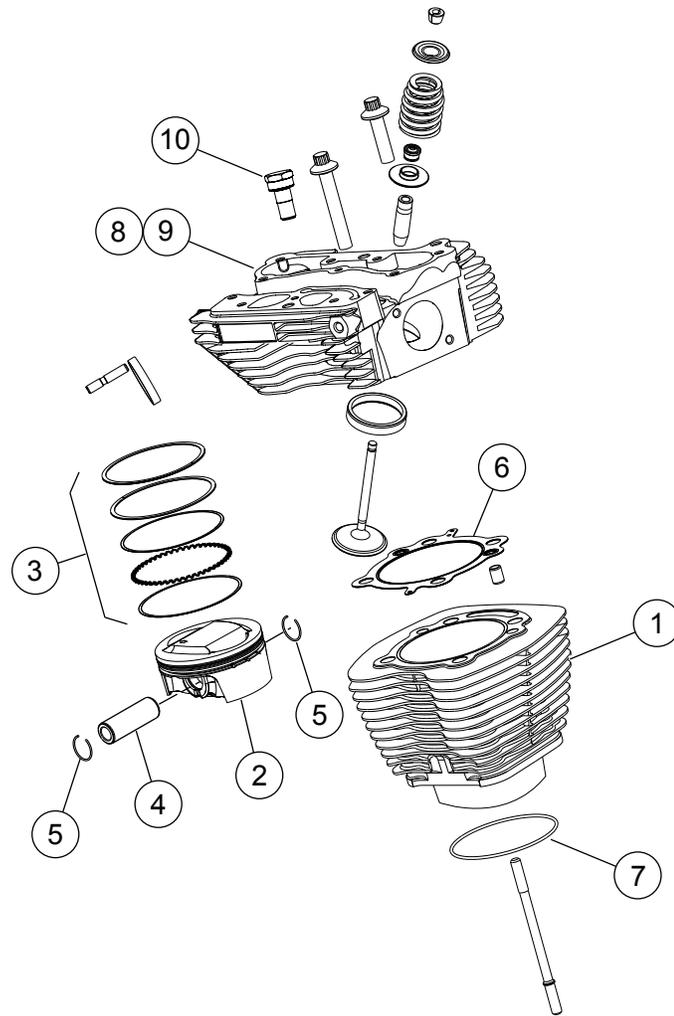
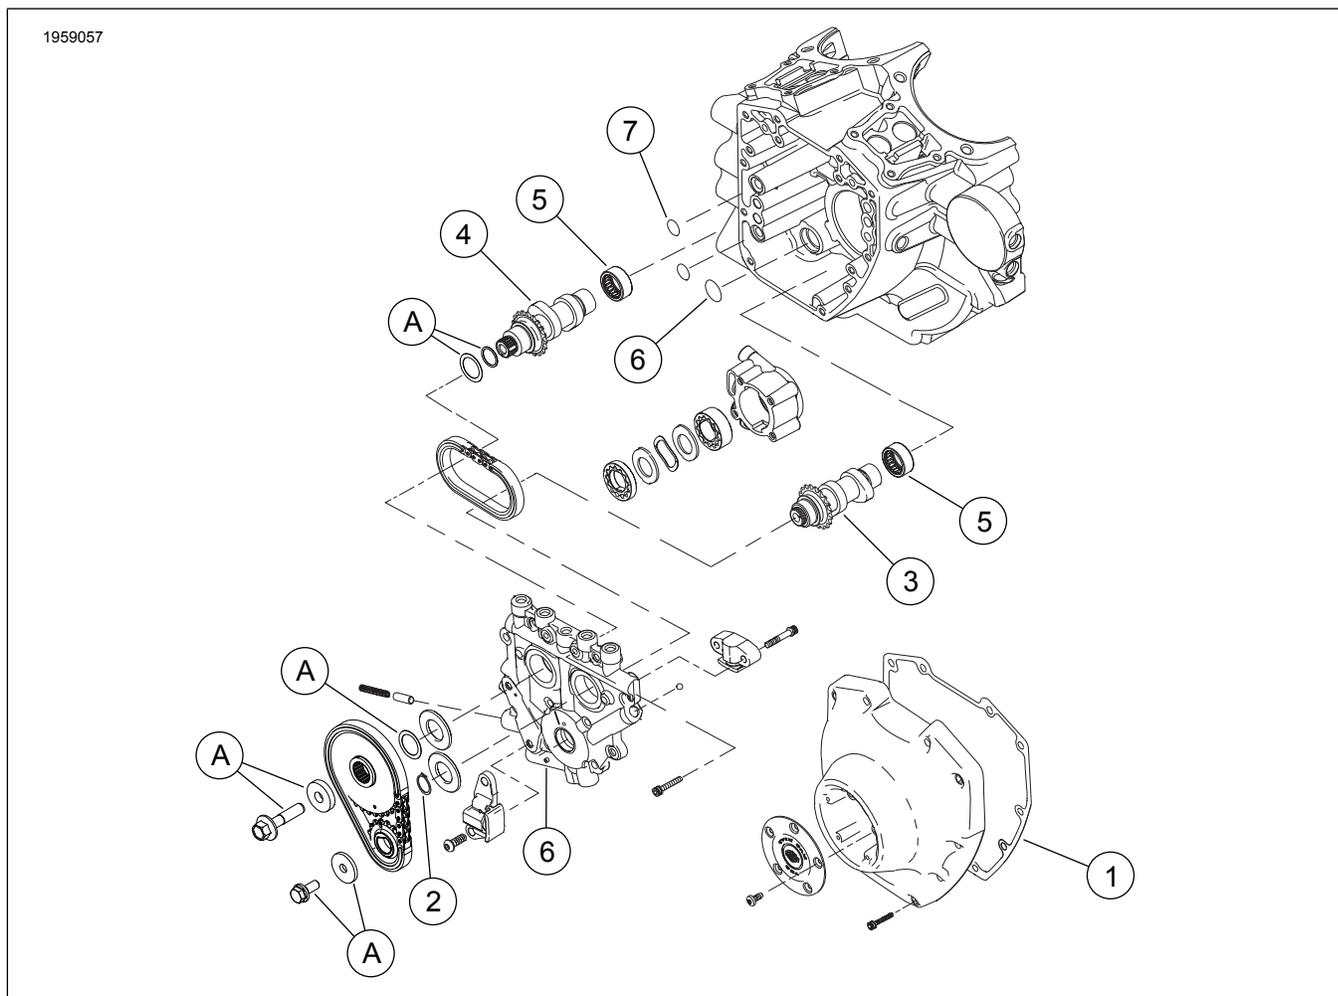

Figure 1. Pièces de rechange : Ensemble Screamin' Eagle TC 103 (1 690 cm³) Stage 4
Figure 3. Pièces de rechange : Ensemble Screamin' Eagle Pro 103 (1 690 cm³) Stage 4
Consultez Figure 1 à Figure 3 et Tableau 1 à Tableau 3.
1. Consultez Figure 3 . Inspectez les roulements des aiguilles à cames (7) et remplacez-les, si nécessaire.
2. Consultez Figure 1 jusqu'à Figure 3 . Assemblez les cames sur la plaque de came, les culasses de performance et le haut du moteur à l'aide des pièces du kit. Référez-vous aux sections MOTEUR correspondantes du manuel d'entretien.